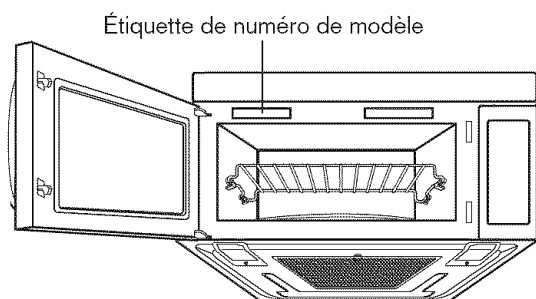

Figure 1
- Lire le manuel au complet avant de commencer. L'étiquette portant le numéro de modèle se trouve sur le devant du four. Voir figure 1.